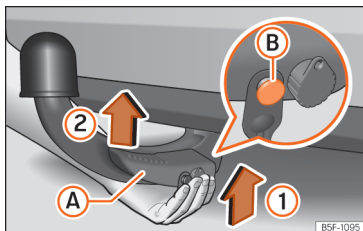

Fig. 271 Posizionamento del gancio di traino. Passaggio 1
- Sostenere il gancio di traino **dal basso** e incastrarlo nell'alloggiamento seguendo il senso della freccia »» fig. 271 ① fino allo scatto »» ⚠.
La leva »» fig. 271 A gira **automaticamente** nel senso della freccia ② verso l'alto e il perno di sblocco B fuoriesce (la parte rossa e verde è visibile) »» ⚠.
- **Quando si fissa il gancio di traino, per evitare di schiacciarsi le dita, si consiglia di tenere le mani lontane dalla leva »» fig. 271 A.**